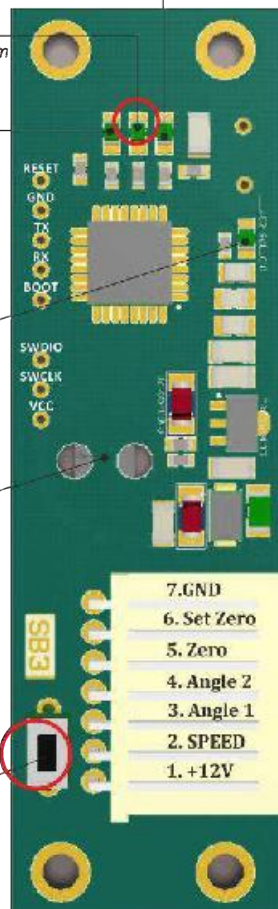

Рис. 13 – Описание контроллера магнитного датчика PCB.730.01
1. На контроллере PCB.201.01.00.00 нажать и удерживать кнопку RESET (1);
2. Повернуть фланец в новое нулевое положение, ориентируясь по метке (2)
3. На контроллере PCB.730.01) магнитного датчика нажать кнопку (3) установки нулевого положения (более 1 секунды);
4. После отпускания кнопки (3), на плате магнитного датчика должен загореться светодиод индикации нулевого положения (см.Рис.13);